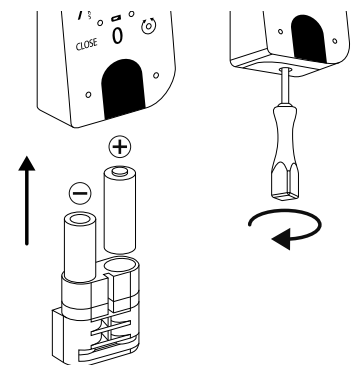

Abb. 146
- 3 Legen Sie zwei neue Batterien ein. Achten Sie dabei auf die korrekte Polung gemäß der Zeichnung auf der rechten Seite (Abb. 146).
Setzen Sie das Batteriefach wieder in das Gehäuse ein und schrauben Sie es fest (Abb. 146).